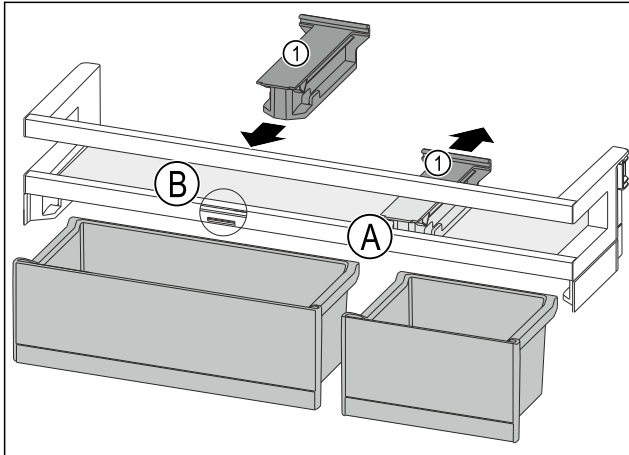

Fig. 162
- ▶ Снимите крепление Fig. 162 (1) в позиции Fig. 162 (A), отодвинув его назад.
- ▶ Установите крепление Fig. 162 (1) в позиции Fig. 162 (B).